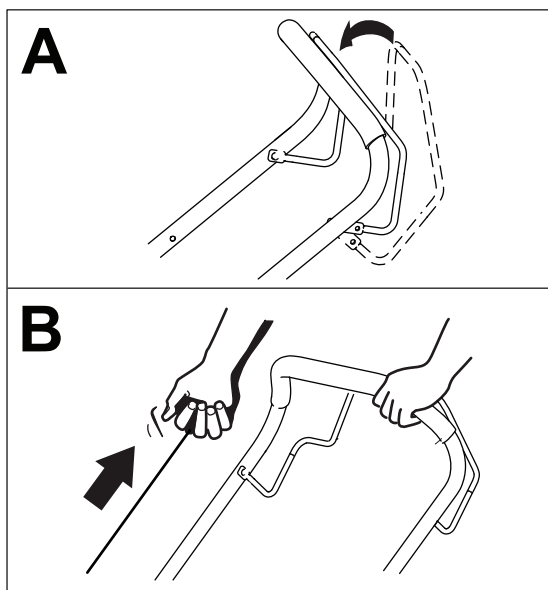

Bild 13
6. Drücken Sie den Schaltbügel gegen den Holm (A in Bild 13).
7. Ziehen Sie den Rücklaufstartergriff am Motor (B in Bild 13).